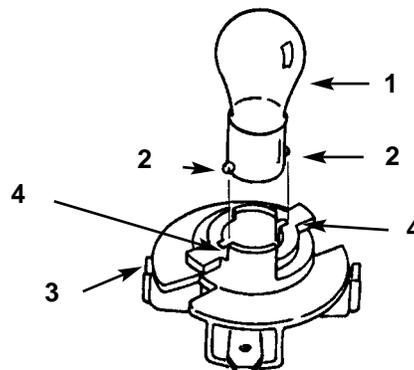

Bild 18
4. Die Birne im Gegenuhrzeigersinn eindrücken und drehen, bis sie den Anschlag erreicht (ca. 1/4 Umdrehung), dann die Birne aus der Fassung entfernen (Bild 18).
1. An beiden Seiten ihrer Unterseite hat die Birne Metallstifte. Diese mit den Auskerbungen in der Birnenfassung abstimmen und die Birne in die Fassung eindrücken (Bild 18). Die Birne unter Druck im Uhrzeigersinn bis zum Anschlag drehen.